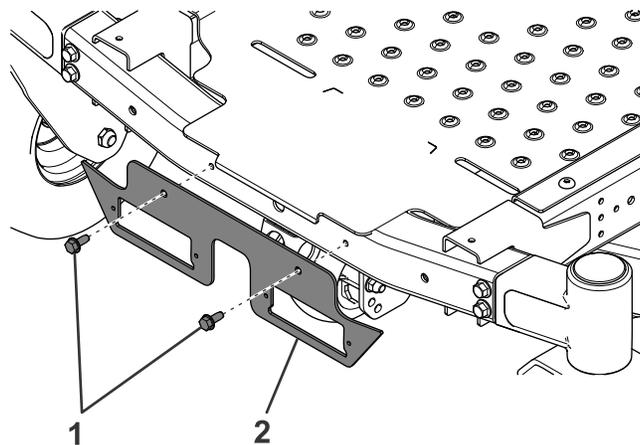

Bild 3
1. Befestigen Sie die Befestigungsplatte am vorderen Rahmen mit den zwei Bundkopfschrauben (5/16"), wie in Bild 3 abgebildet.